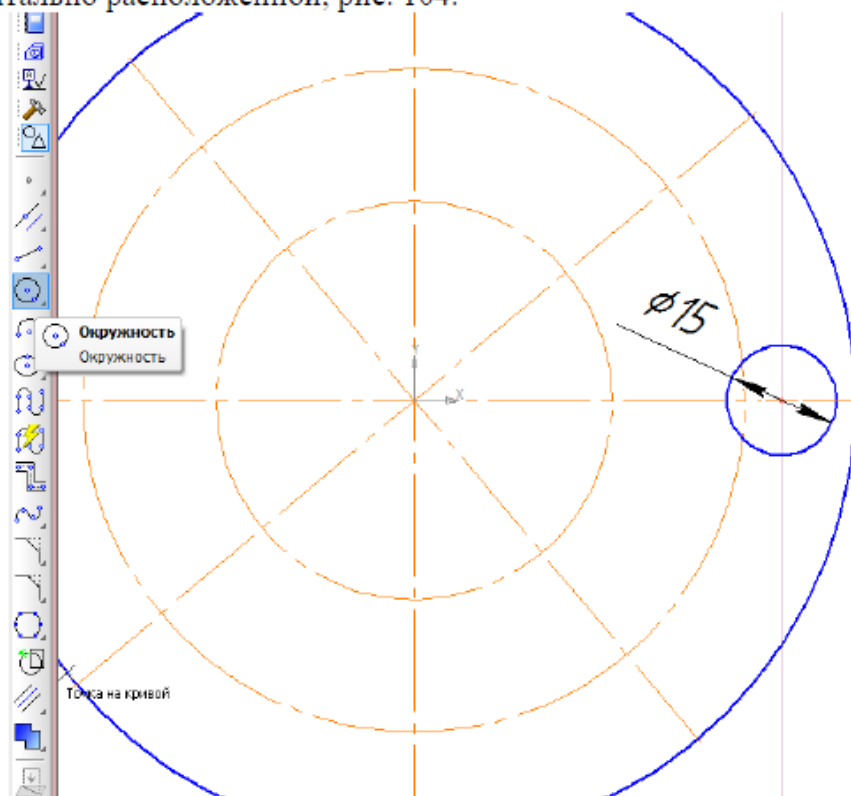

Рисунок 104 – Построение элемента паза
6.2 В панели *Геометрия* выберите команду *Окружность*. Постройте окружность  $\varnothing 15$ , центр которой находится на пересечении вспомогательной линии и осевой, горизонтально расположенной, рис. 104.